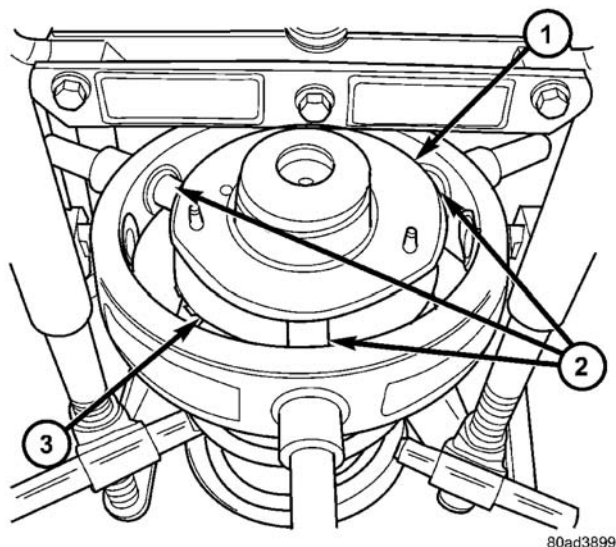
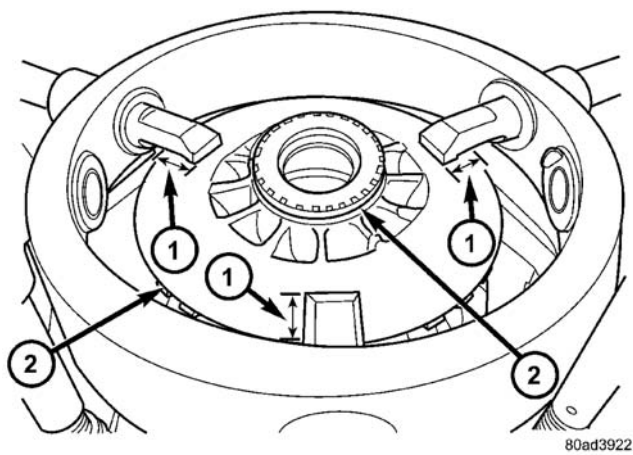

图 44 旋转支座并定位钩子
图 47 钩置于上座上
(1) 按照制造商的说明书，将滑柱总成置于滑柱螺旋弹簧压缩器中。先将下部钩放到螺旋弹簧上。应将滑柱 U 形支架直接置于压缩器向外的位置。
(2) 如图所示（图 44），向压缩器的内侧转动滑柱总成的上支座，以便定位压缩器上部钩。将上部钩置于螺旋弹簧上座的顶部，距座的外径大约 1 英寸（图 47）。**不得让钩更靠近边缘。**在螺旋弹簧的下端放一个夹子，以便在卸下了滑柱轴螺母时，滑柱可以保持在位。
(2) 将上座和上减震垫安装在螺旋弹簧的顶部。放置时上座周边中的凹口要朝向压缩器的前部（同第 1 步中的 6 点钟位置）。
(3) 将上钩置于螺旋弹簧上座的顶部，并超过上座外径大约 1 英寸（图 47）。这样就为上座安装留出了合适的间隙，而不会夹住两件之间的钩子。**不要让钩更靠近边缘。**
(4) 将螺旋弹簧压缩到足以安装滑柱。